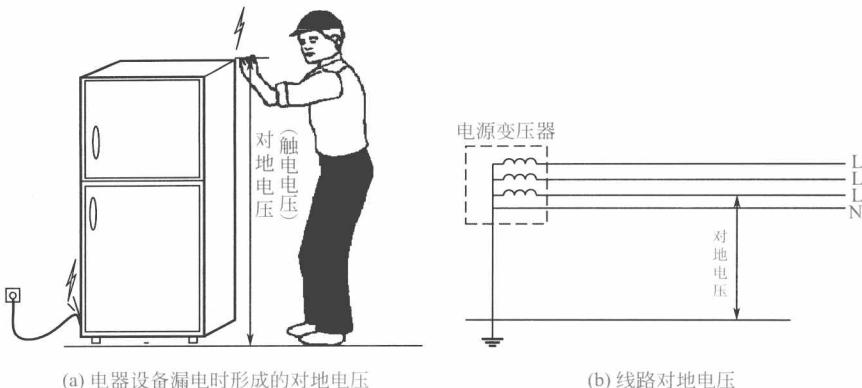

图 1-1 对地电压的表现
(1) 采用对地电压划分 根据我国的有关规定对地电压在250V以上的为高压，在日常生活中工作的电器设备的额定电压为380V/220V，对地电压都在250V以下，称为低压电器。高压是对地电压在250V以上的电器设备，主要有变配电设施，对地电压是指带电后电气设备的接地部分（接地外壳、接地线、接地体）或带电体与大地零电位之间的电位差。如图1-1所示为对地电压的表现。
(2) 采用设备额定电压划分标准 规定凡设备额定电压超过1kV以上的为高压；在1kV以下的为低压。